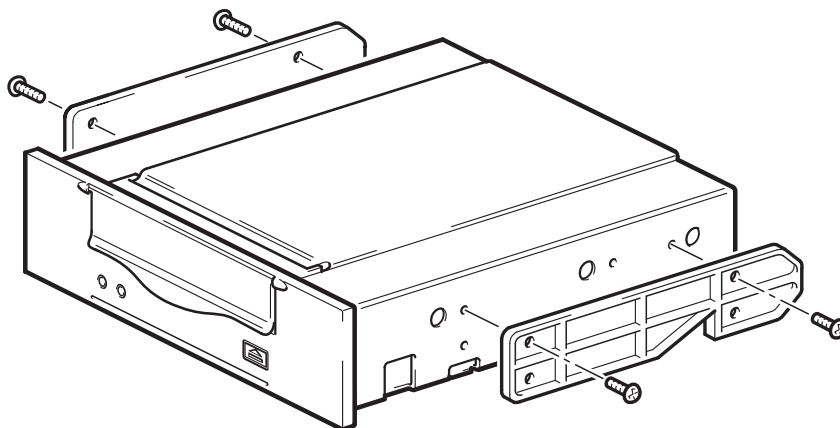

Рис. 5. Установка монтажных полозьев
1. Для крепления полозьев используйте обычную отвертку Phillips. Используйте прилагаемые к стримеру винты М3 (см. Рис. 5).